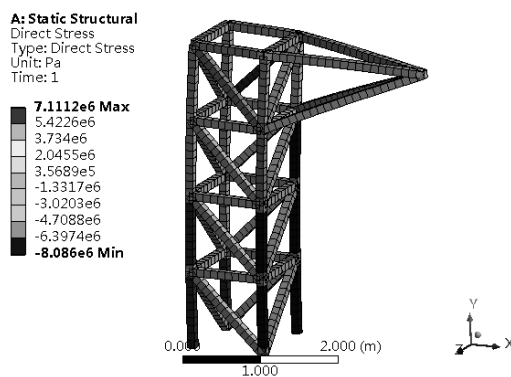

图 5-85 梁单元直接应力分布
Step7: 选择 Outline (分析树) 中 Solution (A6) 下的 Beam Tool Direct Stress 命令, 此时会出现如图 5-85 所示的应力分析云图。